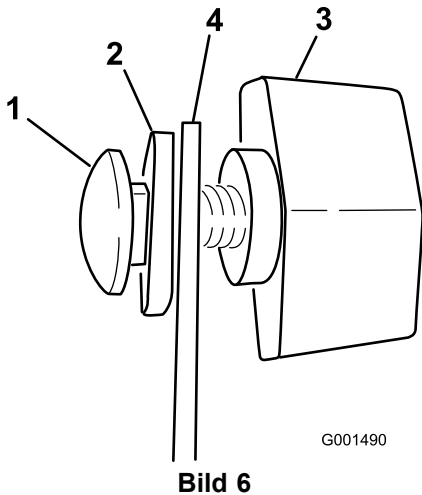

Bild 6
- Montieren Sie die zwei Schlossschrauben, Gummischeiben und Handräder lose auf der Halterung, wie in Bild Bild 5 und Bild 6 dargestellt.